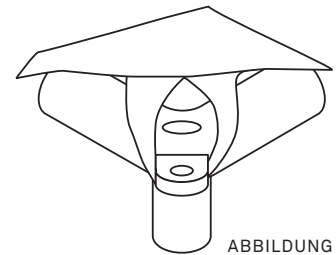

ABBILDUNG 4
5. Legen Sie die Dachplane über den Rahmen. Ziehen Sie die Nylonschlaufen wie in Abbildung 4 dargestellt über die Ecken. An einer der Ecken befindet sich ein Zugband, mit dem die letzte Schlaufe mühelos darüber gezogen werden kann.